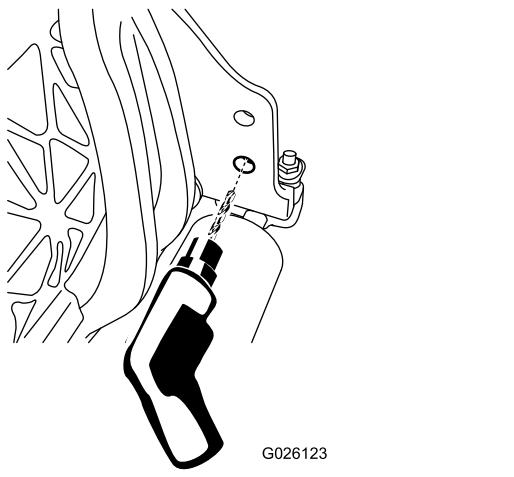

Bild 5
1. Vergrößern Sie das untere Loch auf der rechten Seite der Schneideeinheit mit einem 9-mm-Bohrer (23/64") (Bild 5).